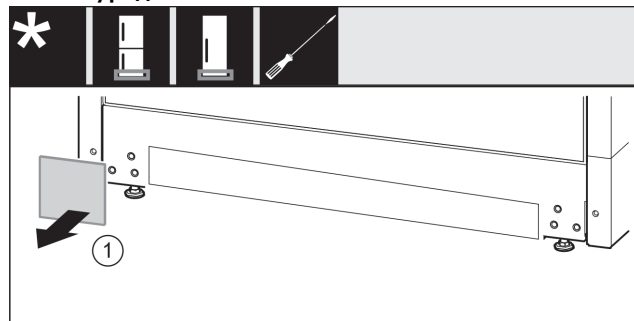

Fig. 24
- ▶ Свалете капака. Fig. 24 (1)